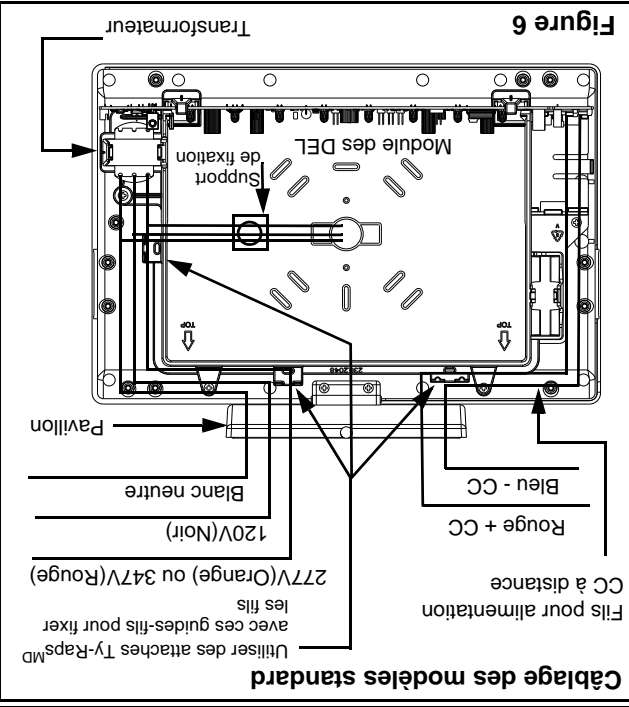

Figure 6
- Effectuer le raccordement approprié. Dans un unité de série, le système peut accepter des tensions d'entrée de 120 ou 277 ou 347 V c.a. Par conséquent, connecter les fils noir (120 V c.a.) ou orange (277 V c.a.) ou rouge (347 V c.a.) et blanc (commun) à l'alimentation du secteur du bâtiment (voir fig. 6). S'assurer d'isoler ou couvrir d'un capuchon tout fil non utilisé. Ranger l'excès de fils dans la section de la boîte de jonction.
- Fixer le dos de l'enseigne à la boîte de jonction en utilisant les vis de la boîte de jonction. Installer support de fixation avec ty-rap pour placer les fils contre le boîtier arrière afin d'éviter un ombrage dans la zone illuminée de l'enseigne (voir fig. 6).
- Effectuer le raccordement approprié. Dans un unité de série, le système peut accepter des tensions d'entrée de 120 ou 277 ou 347 V c.a. Par conséquent, connecter les fils noir (120 V c.a.) ou orange (277 V c.a.) ou rouge (347 V c.a.) et blanc (commun) à l'alimentation secteur du bâtiment (voir fig. 6). S'assurer d'isoler ou couvrir d'un capuchon tout fil non utilisé. Ranger l'excès de fils dans la boîte de jonction.
Se référer à la fig. 7 pour le câblage des modèles NEXUS. Effectuer le raccordement approprié. Dans un unité de série, le système peut accepter des tensions d'entrée de 120 ou 277 ou 347 V c.a. Par conséquent, connecter les fils noir (120 V c.a.) ou orange (277 V c.a.) ou rouge (347 V c.a.) et blanc (commun) à l'alimentation secteur du bâtiment (voir fig. 6). S'assurer d'isoler ou couvrir d'un capuchon tout fil non utilisé. Ranger l'excès de fils dans la boîte de jonction.